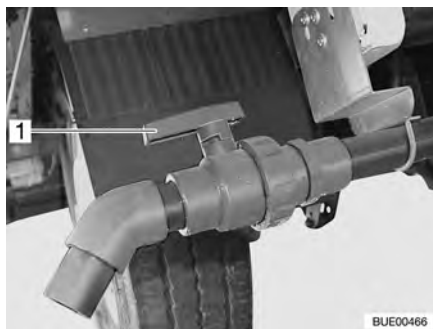

Fig. 204 Rubinetto di scarico
- Girare la maniglia (Fig. 204,1) del rubinetto di scarico nella direzione di scorrimento.